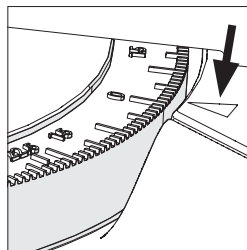

Fig. 15
**Opmerking:** Er zijn twee verstekzaag hoekaanwijzers ingebeld in de RH (rechterkant) van de draaitafel. Een kleine aanwijzer in de machinebasis geeft de geselecteerde hoek aan. (Fig. 15).